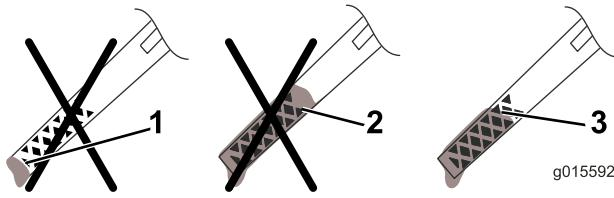

Figura 12
- Retire la varilla y compruebe el nivel de aceite en la varilla (Figura 12).